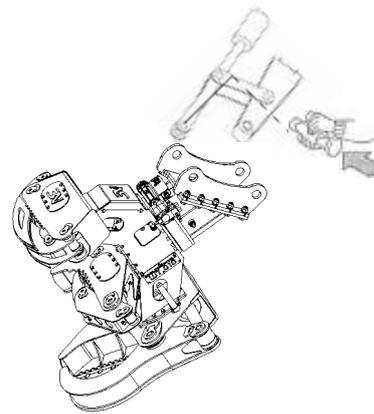

Fig. 4.4.3
- Manœuvrer le bras de façon à faire coïncider le trou inférieur de l'accouplement avec le trou de la bielle du bras et introduire la deuxième broche en la fixant avec le système de sécurité prévu à cet effet (Fig. 4.4.3).